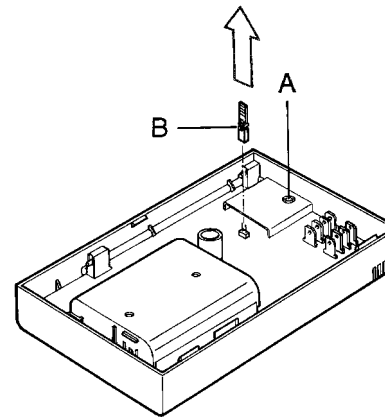

Fig. 10
Qualora, per qualsiasi motivo, fosse necessario annullare i programmi personalizzati, aprire l'apparecchio e premere il pulsante di azzeramento A (fig. 10).
Al posto del programma di riscaldamento 2, è possibile selezionare il programma di raffreddamento togliendo il ponticello **B** (fig. 10), prima di inserire le pile all'atto dell'installazione. La selezione di questo programma può essere eseguita anche in un periodo successivo all'installazione.
In questo caso, dopo aver tolto il ponticello **B**, è necessario premere il pulsante di azzeramento **A** (fig. 10). Questa operazione provoca la perdita di eventuali programmi personalizzati.
**9.1** - Assicurarsi che il ponticello B (fig. 10) sia disinserito (vedere paragrafo 7.3).